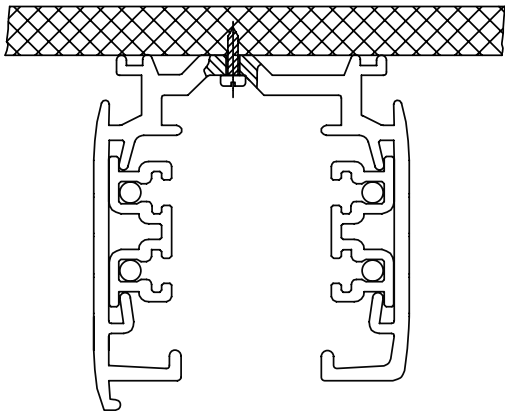
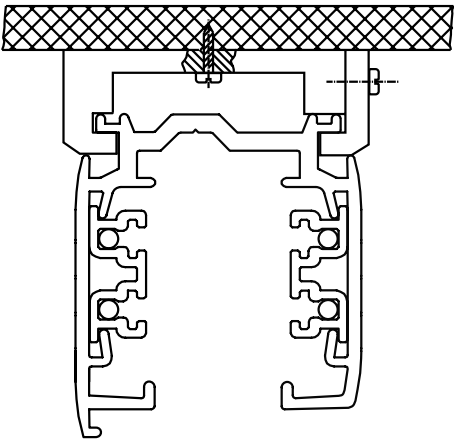

Рис. 1
Рис. 2
- 5.4 Конструкция шинопровода предусматривает накладной монтаж непосредственно на потолок с помощью шурупов (рис. 1) накладной монтаж с помощью скобы (рис. 2) или подвесной монтаж с помощью комплекта подвесов с тросом (рис. 3).